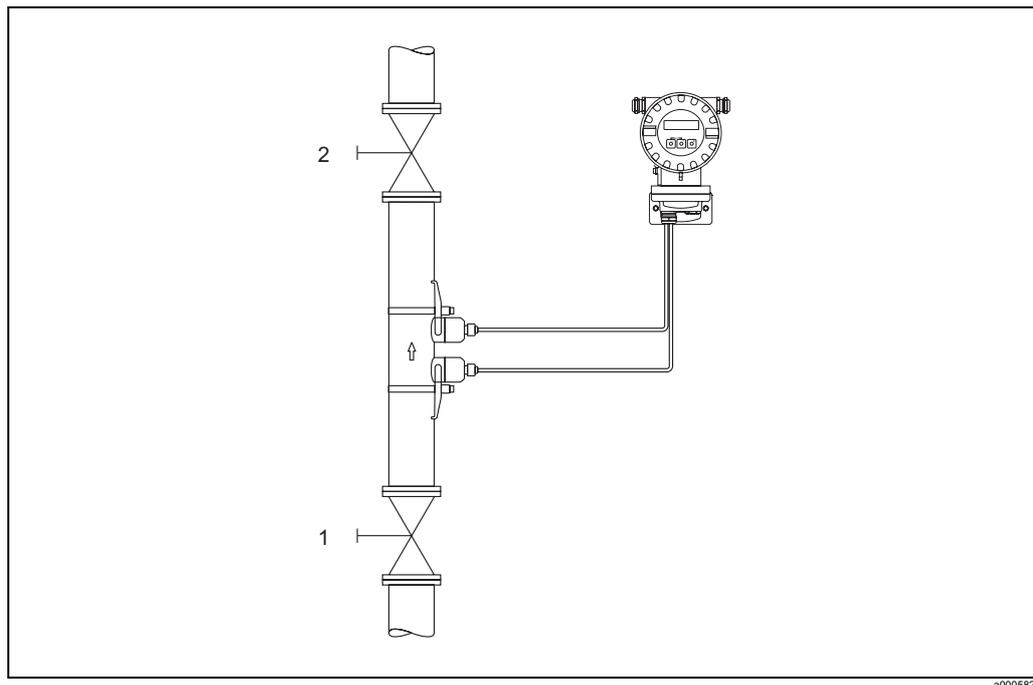

рис. 26: Коррекция нулевой точки и отсечные клапаны
- Коррекция нулевой точки выполняется при полностью заполненной трубе и при нулевом расходе ( $v = 0$  м/с). Это обеспечивается, например, при помощи отсечных вентилей, установленных на участке перед участком измерения и/или за ним, либо посредством существующих клапанов и вентилей (рис. 26).